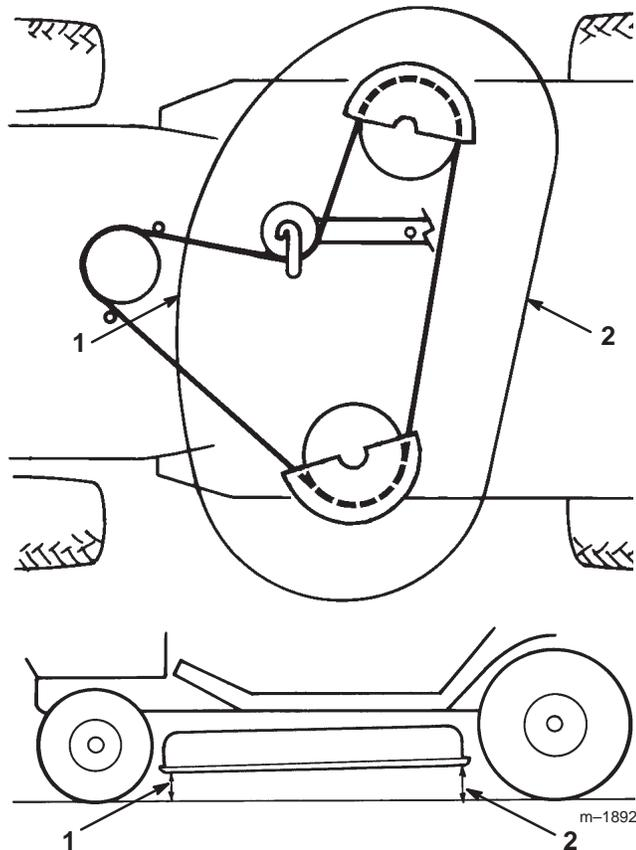

Abbildung 51
6. Zur Kontrolle der Schnittmesserneigung in Längsrichtung den Abstand zwischen der Mähdeckunterseite (Mitte vorne und Mitte hinten) und der ebenen Oberfläche messen (Abb. 51). Wenn die Vorderseite nicht 3,5–10,5mm (1/8–3/8") tiefer liegt als die Hinterseite, ist eine Einstellung erforderlich.
9. Nachdem beide Ringschrauben-Sicherungsmuttern gleichmäßig eingestellt worden sind, die Schnittmesserneigung in Längsrichtung erneut kontrollieren. Mit der Einstellung der Ringschrauben fortfahren, bis die vordere Schnittmesserspitze 0–9,2 mm (0–3/8") tiefer liegt als die hintere Spitze (Abb. 51).